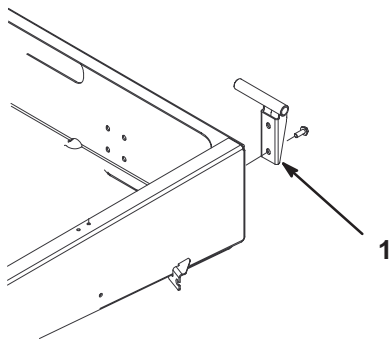

Figura 8
2. Montate la staffa orientabile sinistra nell'angolo posteriore sinistro del telaio, usando due viti a testa flangiata (9,5 x 25,4 mm). Collocate la staffa come illustrato nella Figura 8.